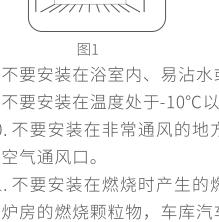

图1
6. 应距离角落保持至少15厘米，安装位置应在距离角落15~30厘米之间，如图1所示。